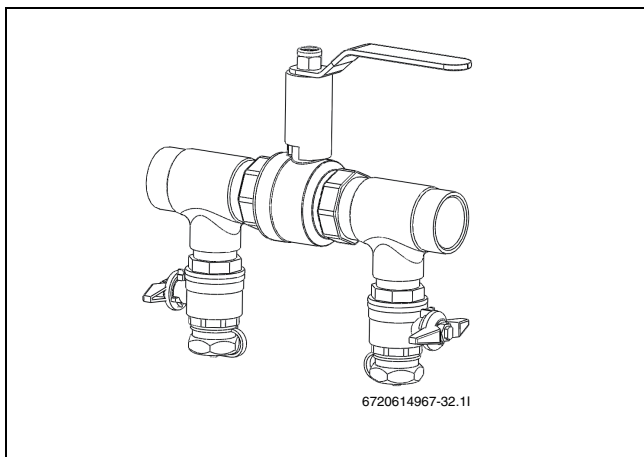

Bild 18 Påfyllnadssats i normalläge
- ▶ Vrid ventilerna på påfyllnadssatsen till normalläge (→ Bild 18) och stäng av pumpen på påfyllnadsstationen.